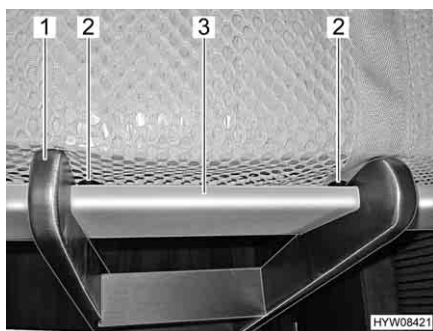

Fig. 58 Scaletta di accesso, agganciata
- Agganciare la scaletta di accesso (Fig. 58,1) con le due staffe nella barra di presa (Fig. 58,3) al letto basculante. Durante l'agganciamento fare attenzione che i longheroni della scala vengano posizionati attraverso i due dispositivi di fissaggio (Fig. 58,2). Questo serve a impedire che la scaletta di accesso scivoli di lato.
- Staccare la scaletta di accesso (Fig. 58,1) dalla barra di presa (Fig. 58,3) nel letto basculante.